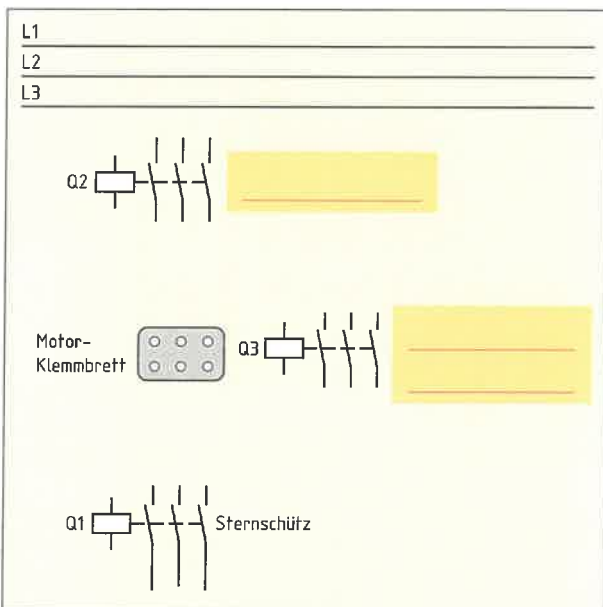

Bild 1: Prinzip einer Y-Δ-Schütz-Schaltung
4. Benennen Sie im **Bild 1** die Schütze entsprechend ihrer Aufgabe für eine Y-Δ-Schütz-Schaltung. Ergänzen Sie die Leitungsverbindungen.
5. Ergänzen Sie **Tabelle 2** unter Beachtung von **Bild 1**.